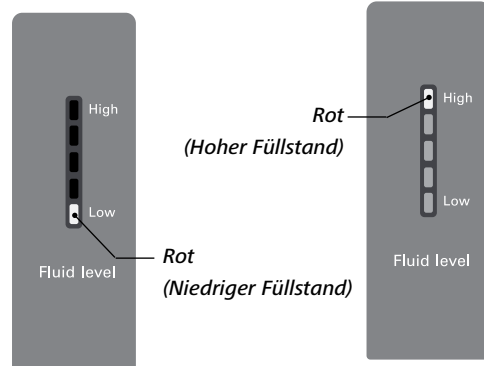

Fig. 8
- Auf der Anzeige erscheint eine Warnung, die auf einen niedrigen Füllstand hinweist. Währenddessen leuchtet das untere LED-Segment rot auf, um auf den niedrigen Füllstand hinzuweisen (siehe Fig. 8).
Hinweis: Die Informationen über den Füllstand auf dem Display und auf der Flüssigkeitsstandanzeige beachten (siehe Fig. 8).